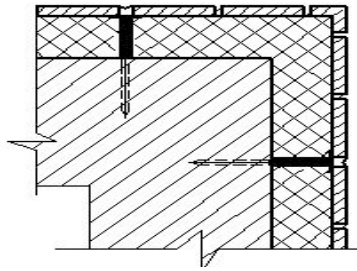

Рис. 6.
- в угловой зоне (внешний угол) используется специальный угловой элемент. см. рис. 6.